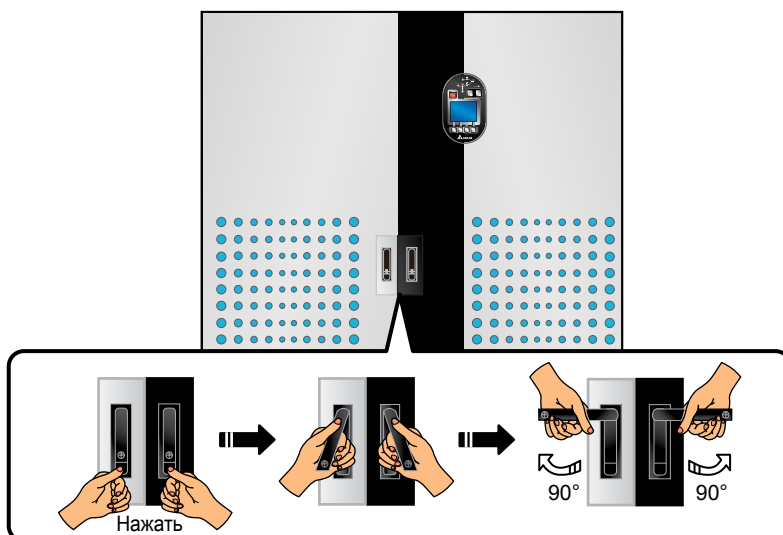

Рис. 2-3. Вид спереди и ручки на дверцах
- **Дверцы:** спереди на шкафу имеется две дверцы с ручками. На правой дверце находится панель управления. На **Рис. 2-3** показано, как открыть эти дверцы.